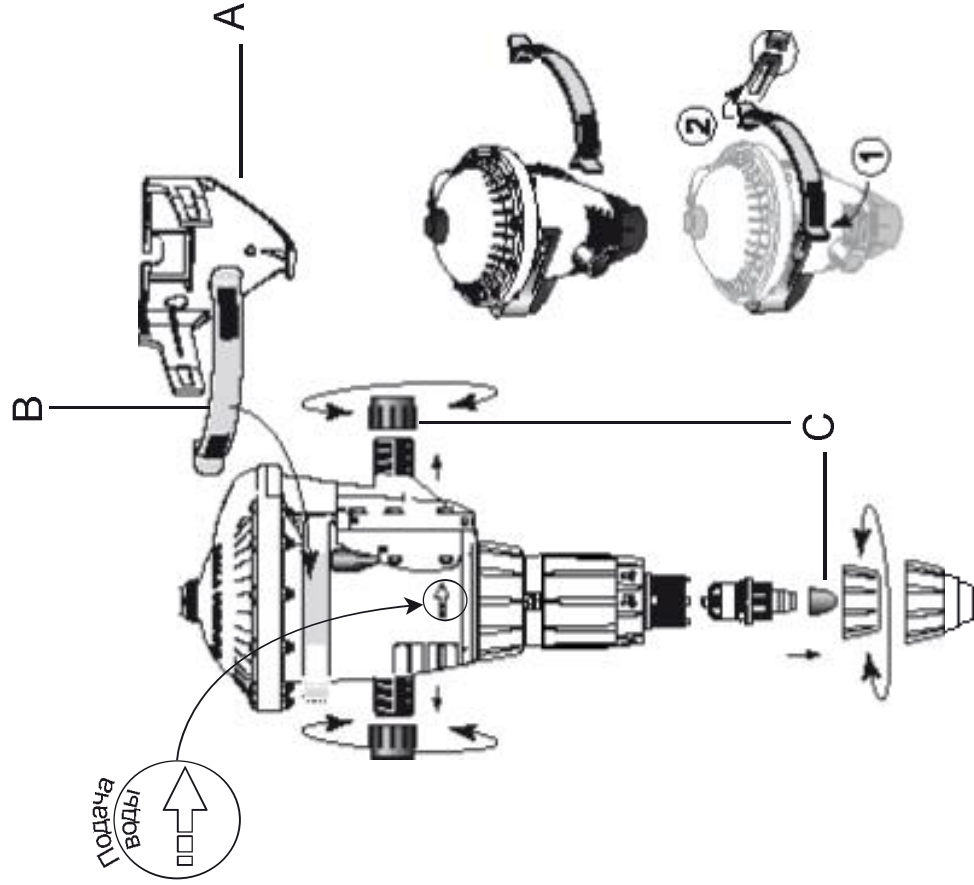

Рис. 1
- настенное крепление и ремень (Рис. 1-А)
- всасывающий шланг с сетчатым фильтром. (Рис. 1-В).
Перед подсоединением дозатора DOSATRON к водопроводной сети необходимо удалить защитные заглушки (Рис. 1-С), закрывающие его отверстия.